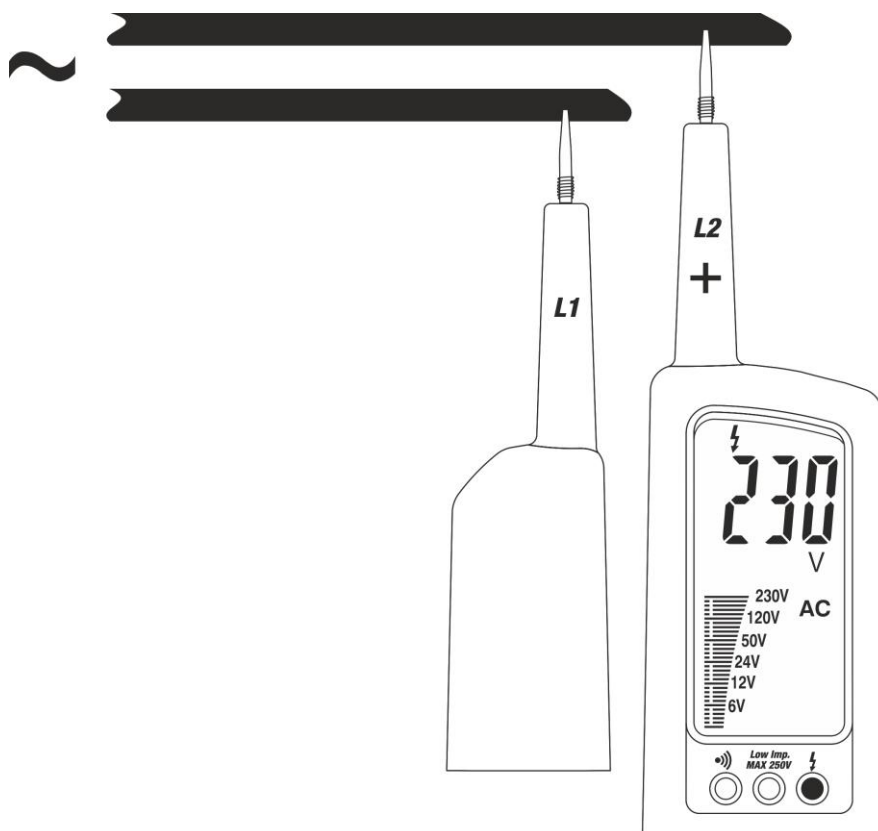

Fig. 3: Misura di Tensione AC
2. Collegare i puntali **L1** e **L2** alla sorgente in prova (vedere Fig.3). La misura è eseguita **solo con contatto dei puntali sulla parte metallica dei conduttori**